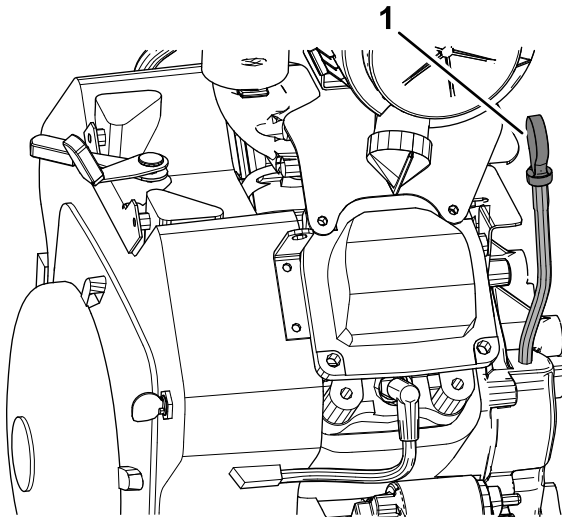
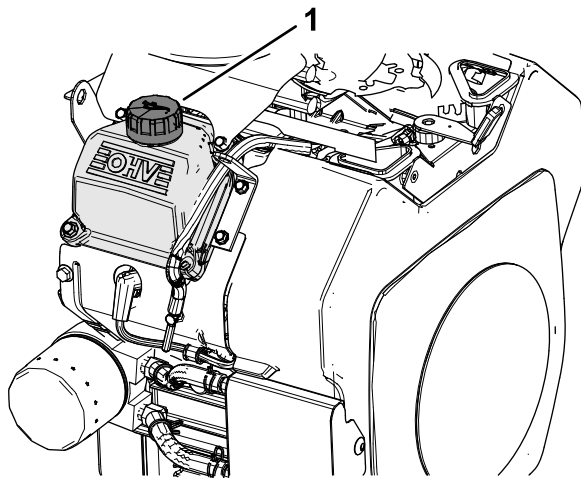

図 28
図 29
2. バルブカバーのディップスティックとキャップをきれいに拭きく **図 28** と **図 29**。
3. ディップスティックを抜き取ってオイルを拭き取る **図 28**。